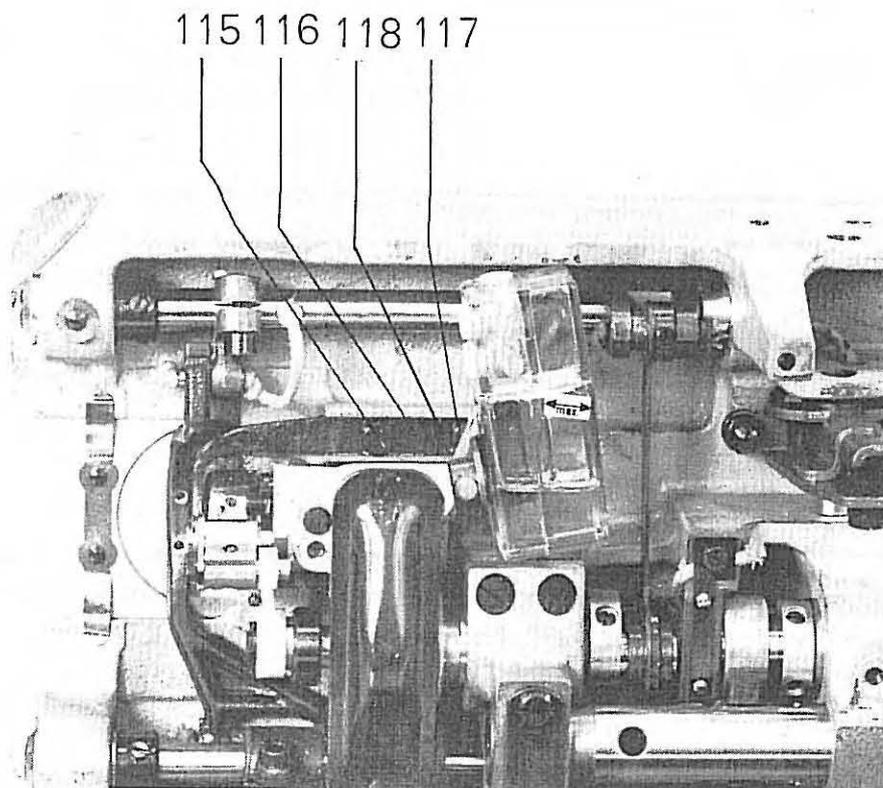

Fig. 26
18. Réglage de l'écartement latéral du doigt d'arrêt de la boîte à canette par rapport au support de la boîte à canette (fig. 26)
Pour enlever le support de la boîte à canette ou le centre de crochet il suffit de desserrer la vis 115 (fig. 26). Ne pas desserrer la vis 117 qui tient la butée 118.